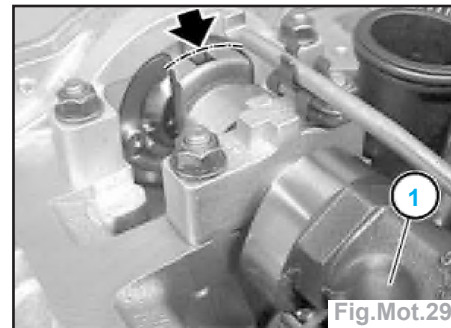

Fig.Mot.29
Nota : le méplat servant au blocage de l'arbre à cames comporte un arrondi (flèche) en partie supérieure et un plat en partie inférieure (Fig.Mot.29). Au PMH du 1^{er} cylindre, l'arrondi du méplat est dirigé vers le haut dans l'axe du cylindre. Distinction supplémentaire de l'arbre à cames d'échappement : Au PMH du 1^{er} cylindre, les décrochements (1) de l'arbre à cames d'échappement sont en direction du collecteur d'échappement.